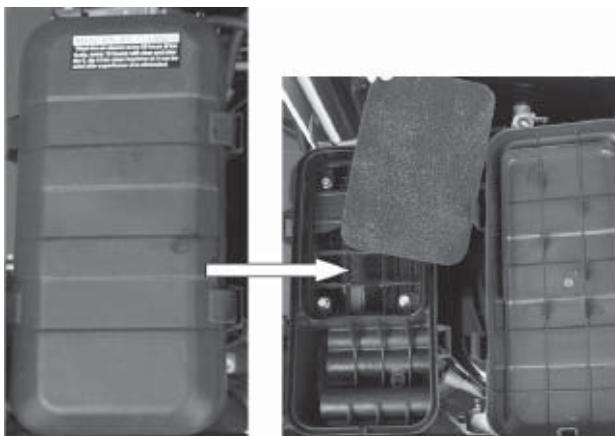

Рис.12
## **ОБСЛУЖИВАНИЕ ВОЗДУШНОГО ФИЛЬТРА (РИС.12)**
1. Отожмите защелки и снимите крышку воздушного фильтра( Рис.12)